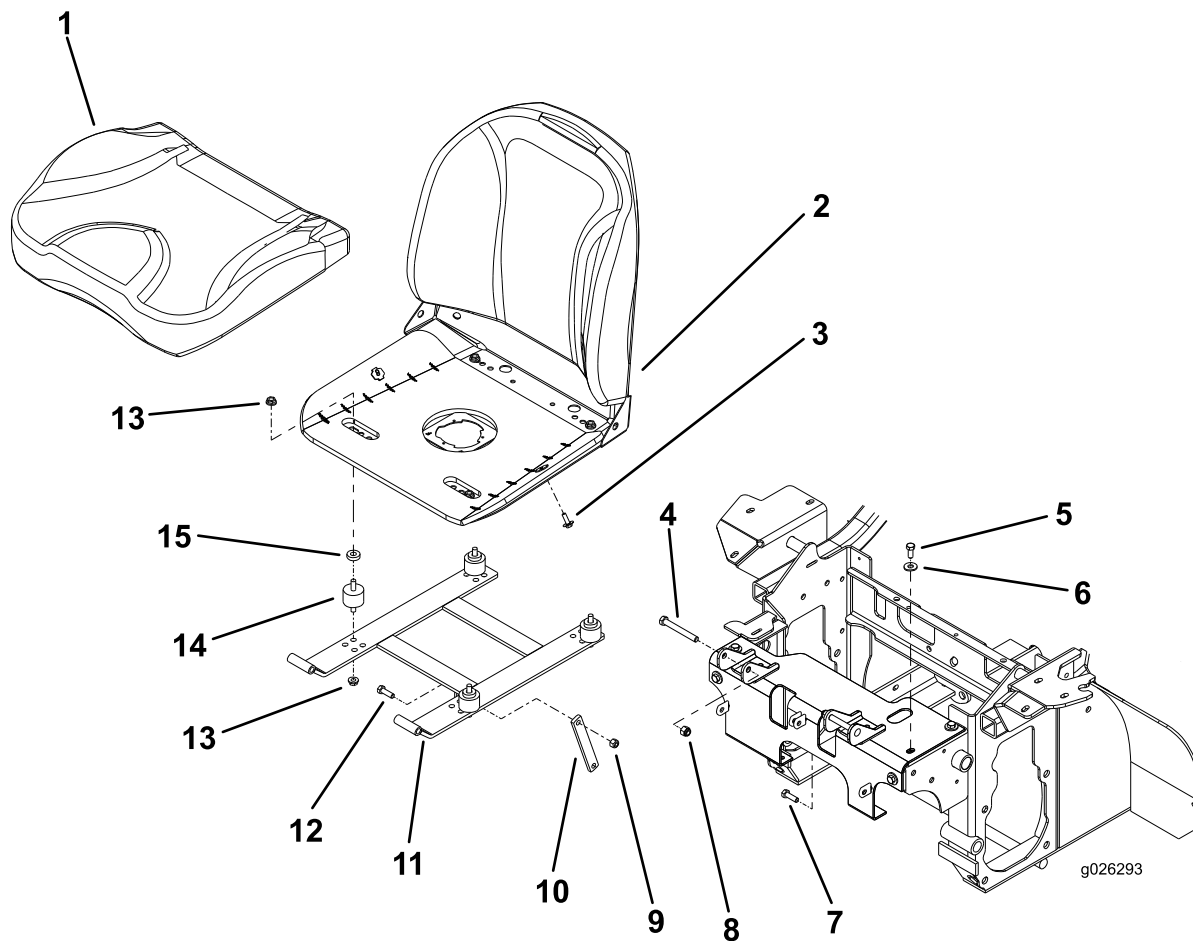

Figura 6
2. Rimuovete la bulloneria dal collegamento di supporto del sedile (Figura 6).
5. Rimuovete il gruppo sedile e il telaio dalla macchina (Figura 6).
6. Rimuovete il cuscino del sedile rimuovendo le viti a testa esagonale (5/16" x 1") dal telaio (Figura 6).
7. Rimuovete gli isolatori in gomma rimuovendo i dadi flangiati dentati (5/16") come illustrato nella Figura 6.
5. Montate il cuscino del sedile inferiore (Figura 6).
2. Allentate le 5 viti a testa esagonale (5/16" x 5/8") che fissano la piattaforma del sedile al telaio della macchina (3 nella parte superiore, 2 nella parte anteriore) come illustrato nella Figura 6.